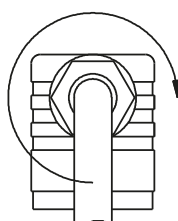

Abb. 5
- ↗ Drücken Sie das Innenteil ⑧ bis zum Einrasten in die Leitungsdose ②.
- ↗ Stecken Sie die Zentralschraube in die Leitungsdose und ziehen Sie die Kabelverschraubung an (→ Abb. 5).